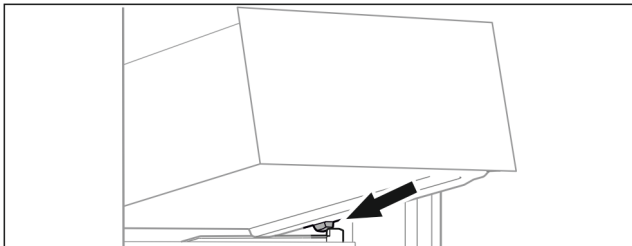

Fig. 27
- ▶ Lade schuin achter de stoppers op containerrib plaatsen. (zie Fig. 27)